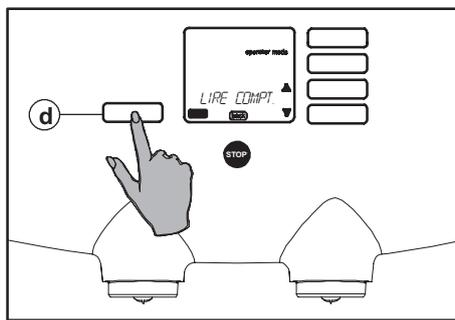
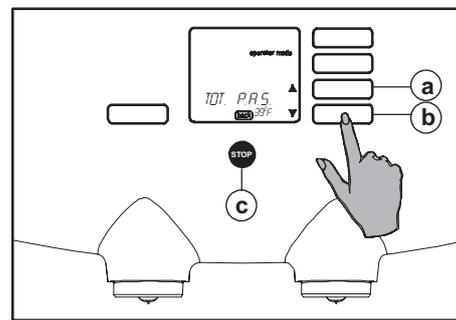

Fig. 30 Menu de sélection LIRE COMPT.
Fig. 31 Compteur total
2. Appuyez sur le bouton Enter (fig. 30 d). L'écran affiche le compteur total "TOT. P.A.S." (fig. 31).
14. Appuyez deux fois sur le bouton Stop (fig. 31 c) pour quitter la programmation.